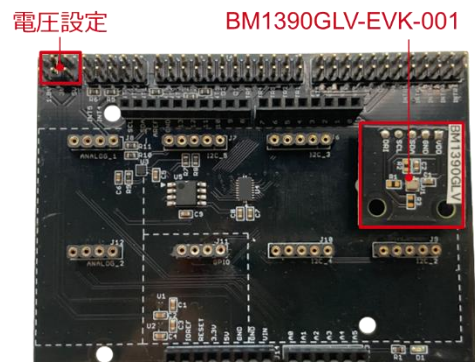

Figure 2. Arduino 用シールド基板の接続と電圧設定
2. Arduino 用シールド基板の I2C エリアに BM1390GLV-EVK-001 を接続 (Figure 2)
3. Arduino 用シールド基板の電圧を 1.8V もしくは 3.0V に設定 (Figure 2)